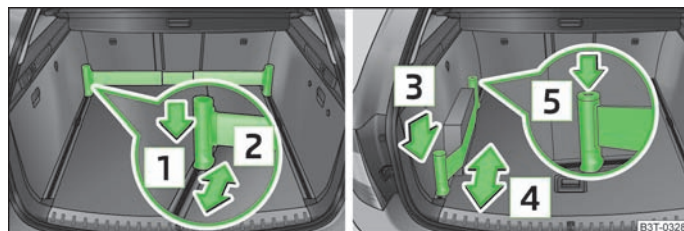

Fig. 77 Bara telescopică și cureaua elastică
- ▶ Apăsați partea de sus a suportului în sensul săgeții **1** » fig. 77 și simultan împingeți-o în poziția dorită, în sensul săgeții **2**.
- ▶ Apăsați suportul în sensul săgeții **3** » fig. 77 și simultan împingeți-l în poziția dorită, în sensul săgeții **4**.
- Puteți rula complet cureaua elastică prin apăsarea tastei **[5]** » fig. 77.